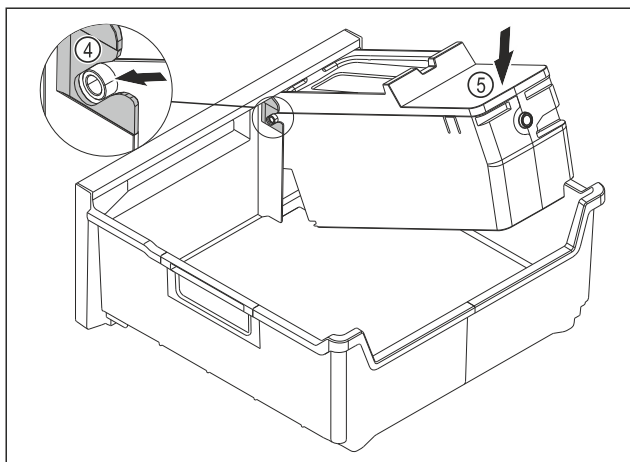

Fig. 160
- ▶ EasyTwist-Ice-Korpus montieren: Achsen des EasyTwist-Ice-Korpus in die Führungen Fig. 160 (4) schieben.
- ▶ EasyTwist-Ice-Korpus Fig. 160 (5) hinten nach unten drücken.